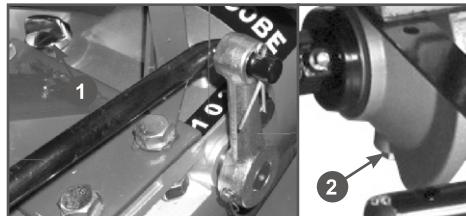

Рис. 20 Отверстия для замены трансмиссионного масла.
2. Очистите от загрязнений зону вокруг маслозаливной горловины коробки передач. Выкрутите крышку-щуп 1 (Рис. 20) из горловины, протрите щуп насухо.
3. Открутите сливной болт 2 (Рис. 20) и слейте масло в специальную емкость.